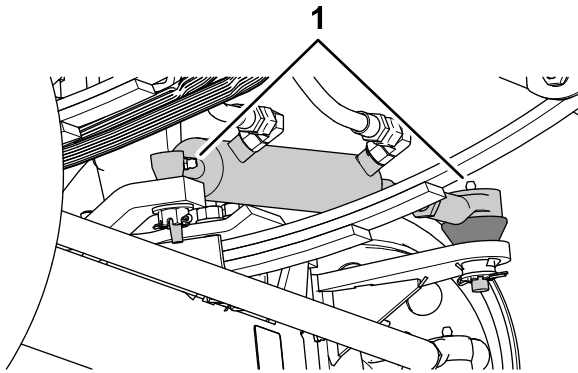
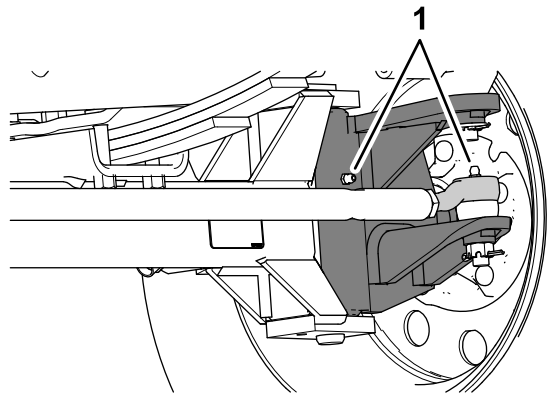

Figure 63
Figure 64
1. Essuyez les graisseurs (Figure 63 et Figure 64).
- Injectez de la graisse dans les graisseurs (Figure 63 et Figure 64).
Remarque: Les emplacements des graisseurs sont illustrés à la Figure 63.